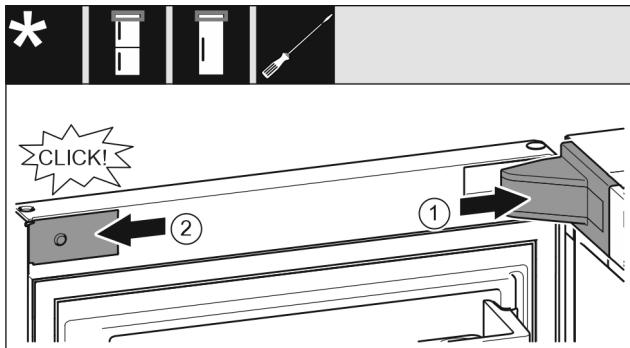

Fig. 17
- ▶ 放上并插入托架盖，如有必要小心地按压分开。Fig. 17 (1)
- ▶ 将隔板放置到侧面并插入。Fig. 17 (2)